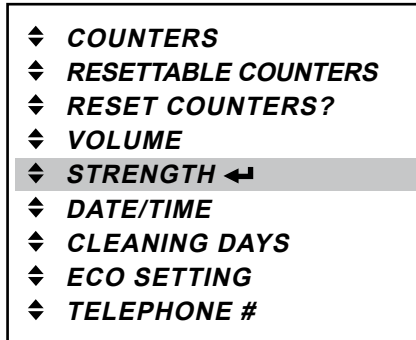

Fig. 36
1. Press the enter button **↵** to access the «STRENGTH» menu (fig. 36).